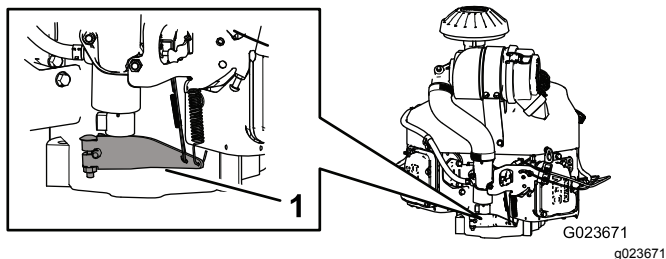

Figure 66
3. Poussez le côté ressort du bras du régulateur vers le bas (Figure 66).